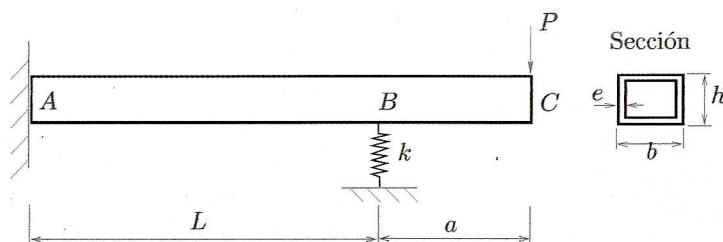

Figura 1: Viga apoyada en resorte.
1. (25 puntos). Una viga ABC como la mostrada en la Figura 1 está empotrada en A y en B está sobre un resorte¹ de constante k . Una carga concentrada P se aplica en C . Determine el desplazamiento hacia abajo δ_c del punto C . Resuelva el problema usando el teorema de Castigliano.